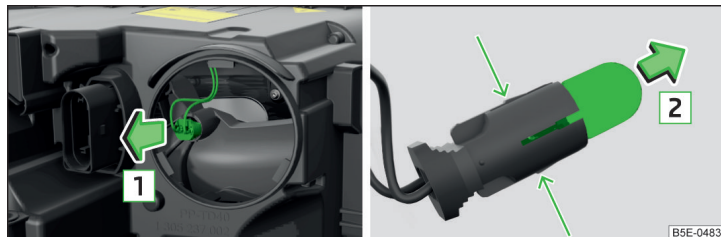

Fig. 227 Faruri cu xenon: Bec pentru lumina de poziție suplimentară
- Scoateți soclul împreună cu becul, prin mișcări pendulatorii, în sensul săgeții [1] » fig. 227.